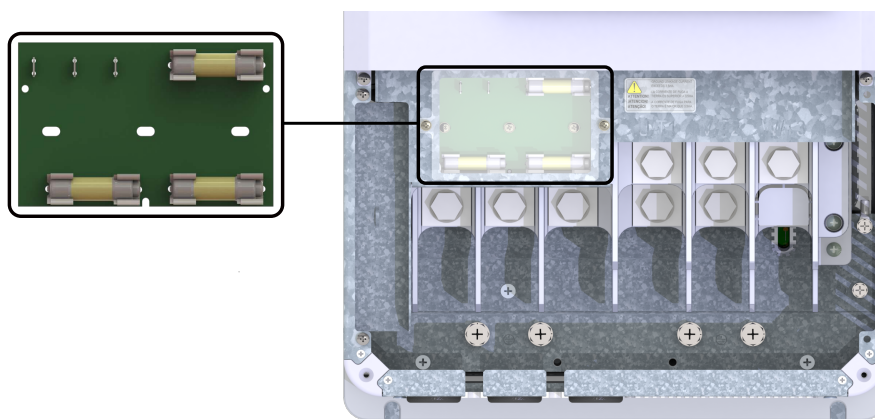

Figura 3.11: Fusibles para el circuito de comando
- La localización de la tarjeta FPC90E es presentada en la Figura 3.11.